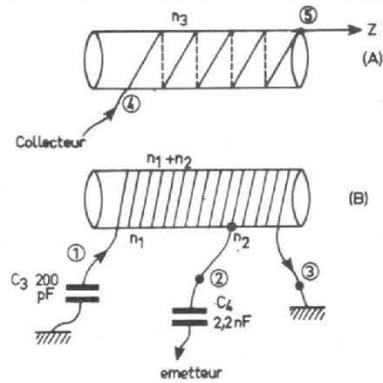

Fig. 5
La figure 5 montre le mode et le sens des enroulements en (A) l'enroulement secondaire et en (B) l'enroulement primaire avec sa prise.